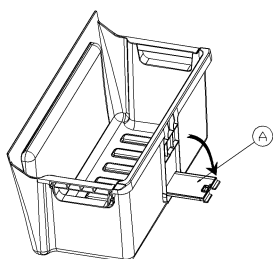

FIGURE -1-
- 1-Retirez le bac du bas du compartiment congélateur et ouvrez le **couvercle du système de vidange (A)** situé à l'arrière du bac (figure-1).